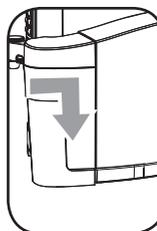

Fig.2
- 2- Împingeți ușor în jos până când recipientul este fixat în aparat în poziția definitivă (Fig.2).